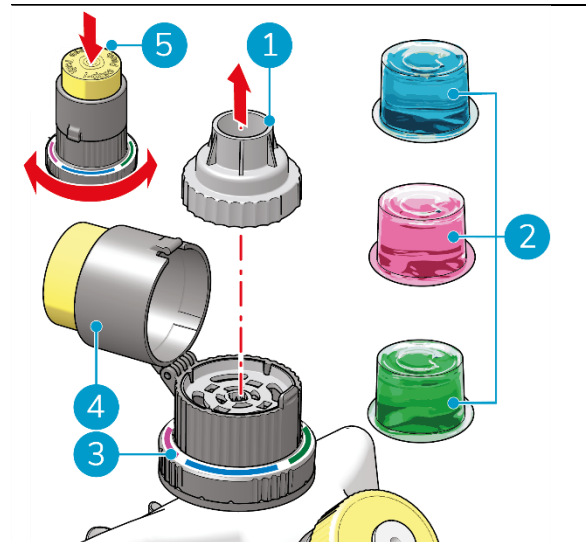

Figura 19
4. Se aplicável, retirar a cápsula i-dose antiga e retirar a tampa (Figura 19, pos. 1).
5. Colocar a cápsula de i-dose desejada (Figura 19, pos. 2) no injetor de i-dose.
6. Voltar a colocar a tampa (Figura 19, pos. 1).
7. Fechar a tampa da i-dose (Figura 19, pos. 4).